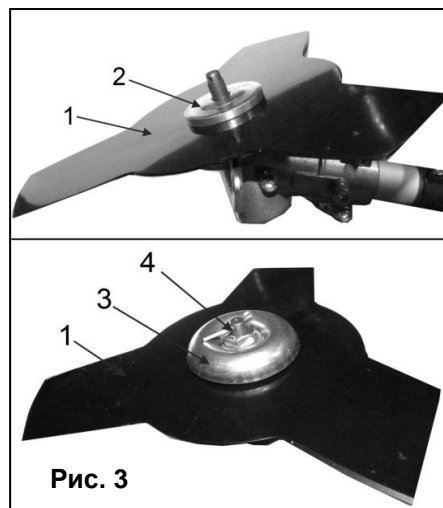

Рис. 3
- Извлеките шплинт (4)(См. Рис.3) из отверстия, расположенного на конце вала.
- Установить режущий нож (1)(См. Рис.3) на ступицу изделия таким образом, чтобы сторона с надписями была обращена к ступице.
- Убедитесь, что режущий трехлопастной нож (1)(См. Рис.3) правильно отцентрирован, и плотно сел на посадочный вал ступицы.
- Установите на вал фиксирующую фланцевую шайбу (2)(См. Рис.3) выпуклой стороной наружу.
- Установите поверх фланцевой шайбы (2) защитную крышку (3)(См. Рис.3).
- Установите шплинт (4)(См. Рис.3) в отверстие на конце вала.
- Извлеките шплинт (4)(См. Рис.3) из отверстия на конце вала.